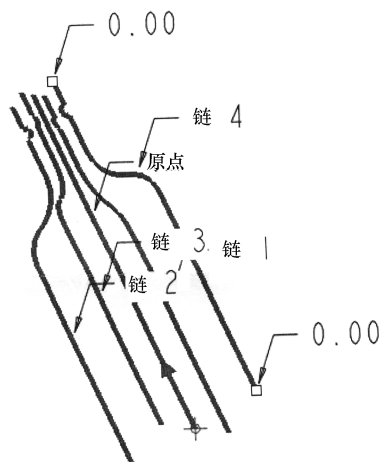

图 6-104 选取轨迹
(7) 选择菜单栏中的【插入】|【可变截面扫描】选项或者单击【基础特征】工具栏中的【可变截面扫描】按钮, 在消息区出现【可变截面扫描】操控板。
(8) 在对话框中单击【扫描为实体】按钮, 使其处于按下状态。
(9) 在图形区选取第 1 条直线作为原点轨迹, 然后按住〈Ctrl〉键依次选取第 2 条曲线、第 3 条曲线、第 4 条曲线和第 5 条曲线, 如图 6-104 所示, 各条曲线呈红色加亮显示。